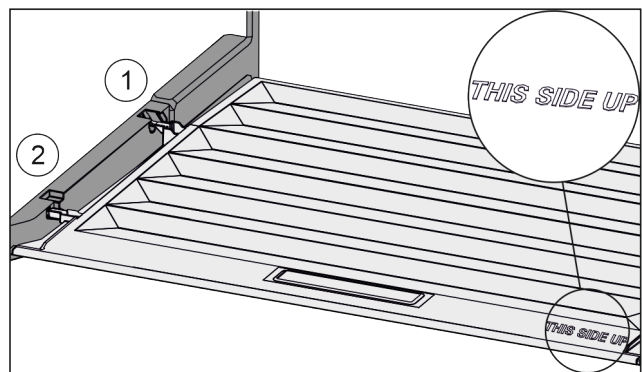

Fig. 55
- ▶ Вставити поперечні ребра через отвір заднього тримача Fig. 55 (1) і зафіксувати спереду у тримачі Fig. 55 (2).